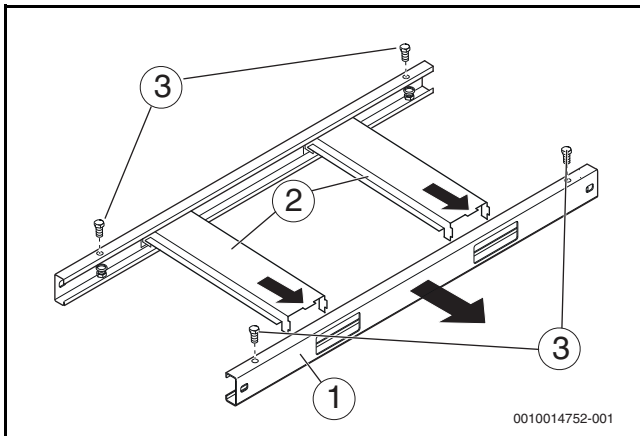

Рис. 7 Демонтаж основной рамы
Для уменьшения габаритной высоты можно демонтировать продольные и поперечные балки опорной рамы (→ рис. 7, [1], стр. 14).
- ▶ Отверните винты (→ рис. 7, [3], стр. 14).